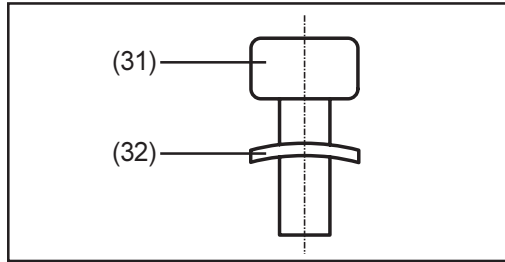

Abb. 16
Hinweis! Vor dem Ansetzen der Schrauben M4x14-TX20 (31), die Tellerfedern (32) gemäß Abb. 16 auf die Schrauben M4x14-TX20 (31) aufschieben.